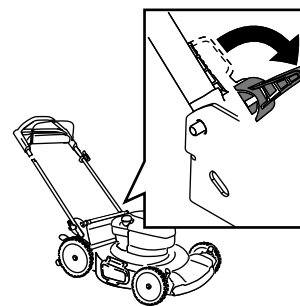

Figura 22
3. Abra las palancas de bloqueo del manillar (Figura 22).